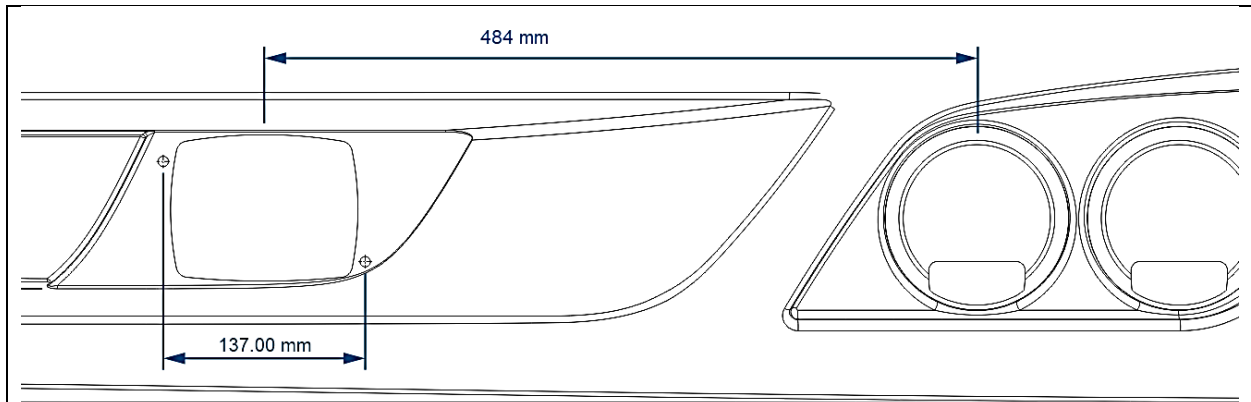
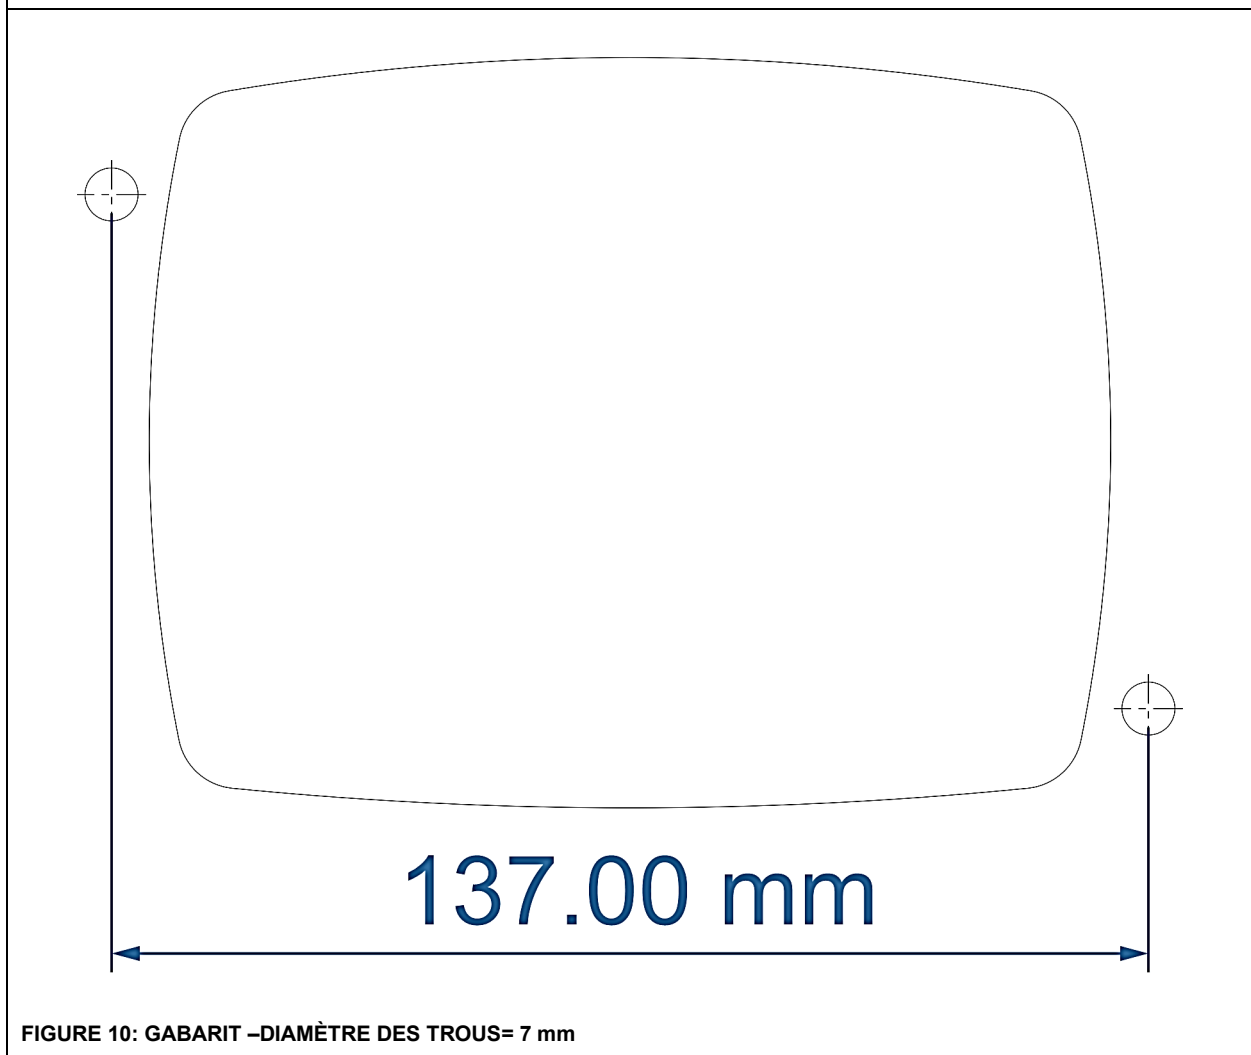

FIGURE 9: PARECHOC AVANT
FIGURE 10: GABARIT -DIAMÈTRE DES TROUS= 7 mm
11. À l'aide du gabarit (Figure 10), couper la surface de recouvrement du parechoc tel que montré à la Figure 9.